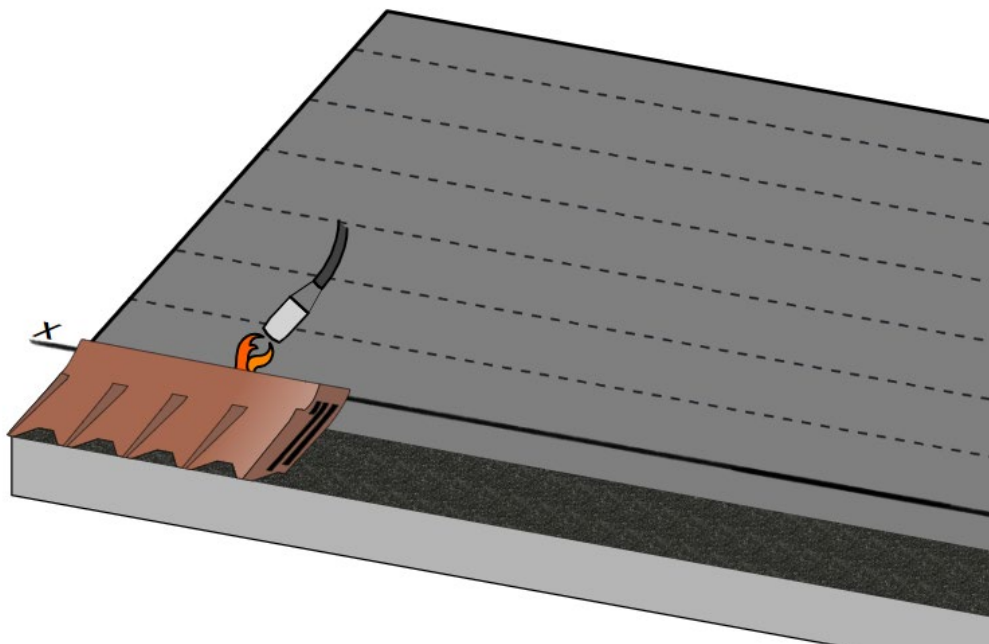

Fig. 22 - Installazione prima tegola Master coppo a fiamma
- Fissare la tegola alla membrana sottostante, usando la fiamma del cannello e sollevando il bordo superiore della tegola con apposito strumento. Orientare la fiamma verso la membrana, in modo da portare a fusione solo quest'ultima. La parte retrostante della tegola sarà portata solo in temperatura. Abbassare quindi la tegola canadese e premere la stessa (ad esempio facendo pressione con un piede), per aiutare la compenetrazione dei bitumi dei due elementi: tegola e membrana. Il retro autoadesivo delle faldine del Master Coppo, fisserà la prima tegola alla fila di partenza sottostante - Fig. 22.